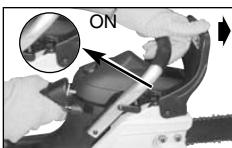

Рис. 7B
2. ТОРМОЗ ЦЕПИ АКТИВИРОВАН (цепь останавливается), когда рукоятка тормоза сдвинута вперед, а предохранитель тормозной цепи находится в положении Вкл. (ON). В этом случае цепь не должна двигаться (Рис. 7B).